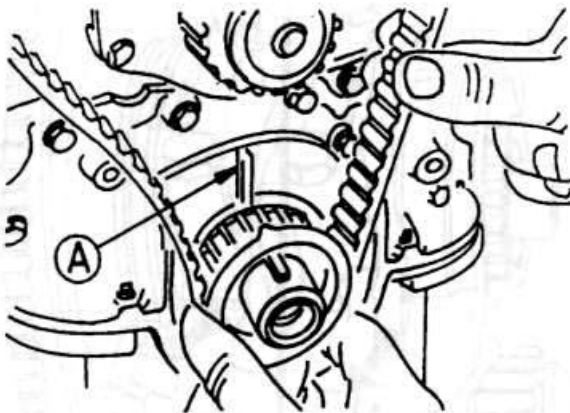

Рис. 2.43
- ♦ Поверните коленвал так, чтобы знаки совпали, как это показано на рис. 2.43.